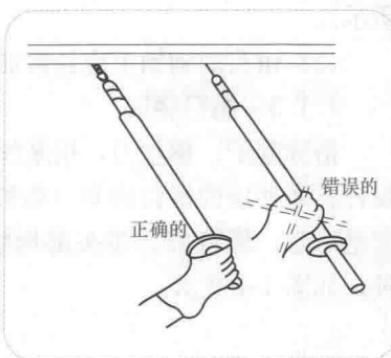

图 1-2 高压验电器握法
- (1) 使用时应两人操作，其中一人操作，另一个人进行监护。
- (2) 在户外时，必须在晴天的情况下使用。
- (3) 进行验电操作的人员要戴上符合要求的绝缘手套，并且握法要正确，如图 1-2 所示。
- (4) 使用前应在带电体上试测，以检查是否完好。不可靠的验电器不准使用。高压验电器应每六个月进行一次耐压试验，以确保安全。